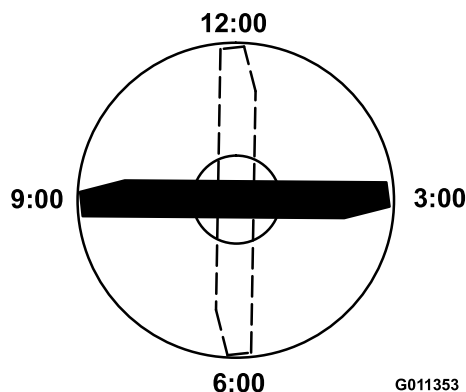

Bild 14
4. Positionieren Sie die Schnittkante der markierten Messerseite in die 12-Uhr-Stellung (geradeaus in Mährichtung) (Bild 14) und messen die Höhe vom Tisch bis zur Schnittkante.
5. Drehen Sie die markierte Seite des Messers auf die 3- und die 9-Uhr-Stellung (Bild 14) und messen die Höhe.